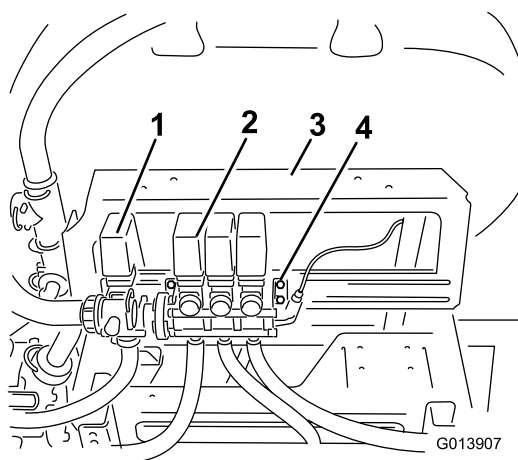

図 3
1. ブーム・バルブ・アセンブリを取り付けブラケットに固定しているボルトをゆるめる(外さないこと) (図 3)。